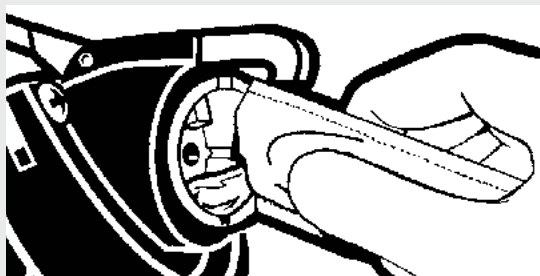

Figure 1.
- Dégager la section perforée de la partie supérieure de la boîte (à proximité de la languette de déverrouillage qui retient le couvercle) et la replier pour permettre aux flexibles de pénétrer dans les deux découpes fournies. (Voir figure 1.)